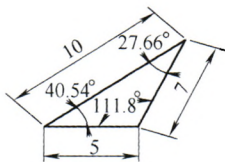

图 1
求解步骤如图1所示，①在草图下创建一三角形（注意使三角形的一顶点通过原点，一边水平，以便标注尺寸使其全约束），标注各边尺寸。②标注各角度大小。③更改各边长度，各角角度大小随之改变。